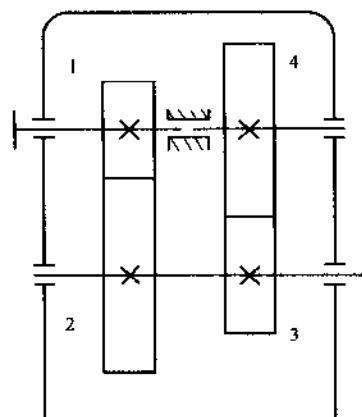

图 5
11. 如图 5 所示为一减速机简图，输入转速 $n_1 = 1440 \text{ r/min}$ ，输出转速 $n_4 = 160 \text{ r/min}$ ，轮 1 与轮 4 同轴。低速级齿轮 $m = 5 \text{ mm}$ 、 $z_2 = 20$ 、 $z_4 = 60$ ；高速级齿轮 $z_1 = 25$ 。试求高速级另一齿轮的齿数及模数。